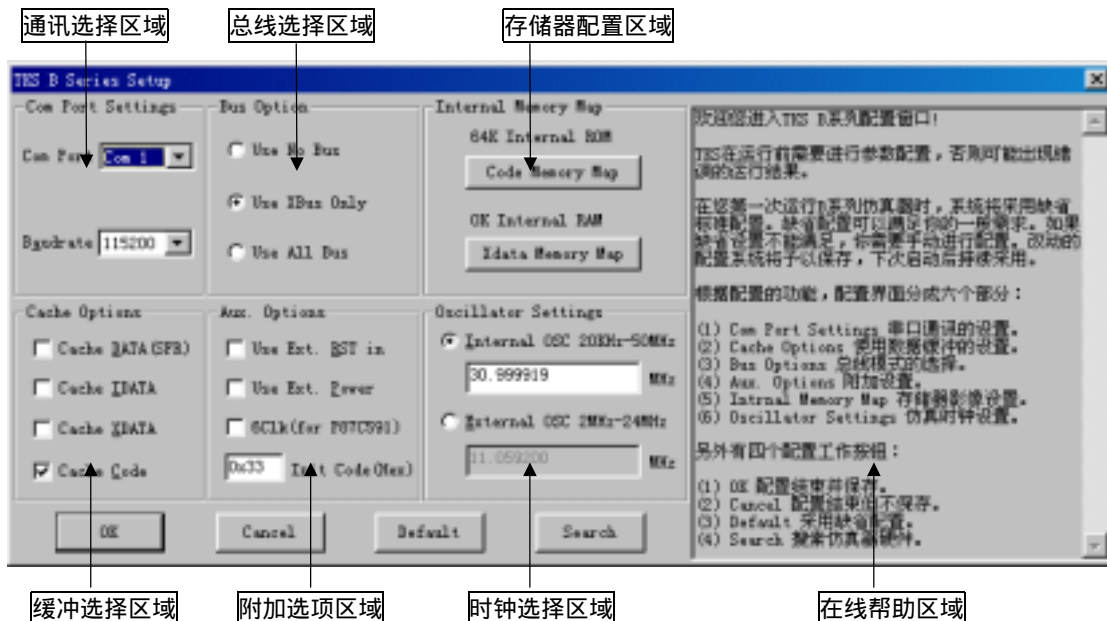

图 5.5 仿真硬件配置界面
- **硬件仿真参数设置:** 该配置项主要设置硬件仿真的重要选项, 用户要仔细选择。点击 Settings 进入对话框, 如图 5.5 所示。
注意：选定波特率后，必须先接通 TKS 系列仿真器电源，仿真器主机面板上的指示灯闪烁结束后，才可以运行 Keil 的硬件仿真程序。在硬件仿真环境中用户可以在 Peripherals 菜单中打开 Target Settings 窗口（图 5.5）来更改波特率，更改后整个系统重新建立连接；也可以更改串口，但是用户必须在更改后的串口上连接仿真器。